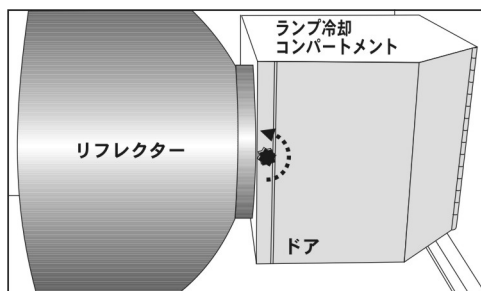

図 2-10 陰極端へのアクセス
- ・ ランプドアを取り外し（図 2-10）、小さなノブを回してランプ冷却コンパートメントのドアを開けます。